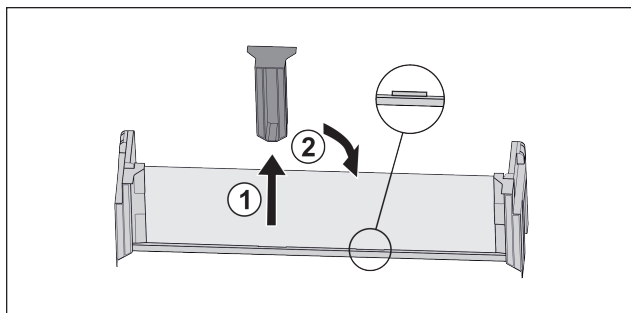

Fig. 110
- ▶ Stiahnite stredný prídržný diel Fig. 110 (1).
- ▶ Nasadte stredný prídržný diel do druhej pozície Fig. 110 (2).